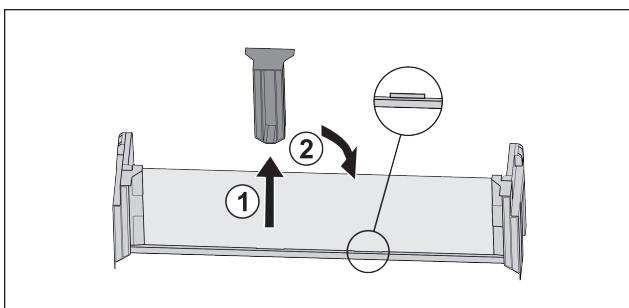

Fig. 39
- ▶ Skinite srednji pridržni dio Fig. 39 (1).
- ▶ Umetnite srednji pridržni dio na drugom položaj Fig. 39 (2).